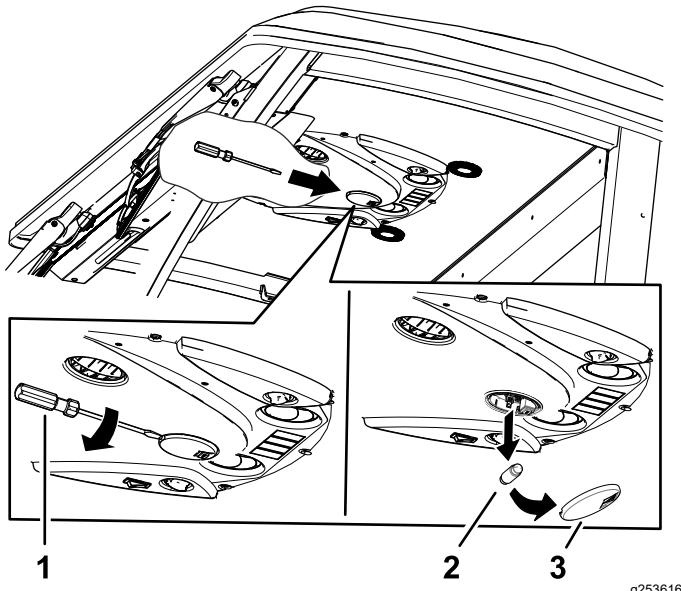

Figura 84
2. Retire la lámpara de la base (Figura 84).